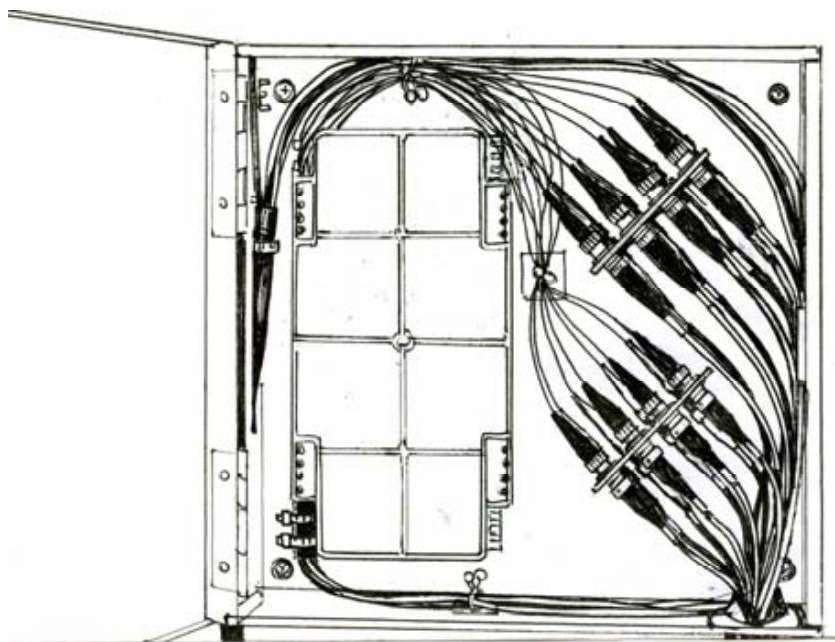

Рис. 3.19. Выкладка кабелей и шнуров в шкафу
3.2.10. Далее производят операции со стационарным кабелем, предварительно откручивая пылезащитные колпачки. Окончательное расположение линейного и стационарного кабелей внутри шкафа, показано на рис. 3.19. По окончании работ шкаф закрывают на ключ.